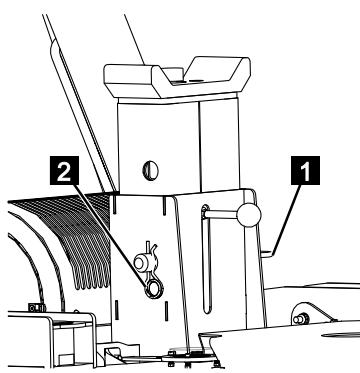

Abb. 113
6. Den Befestigungsbolzen (Abb.113/1) einschieben und mit dem Federsplint (Abb.113/2) sichern.